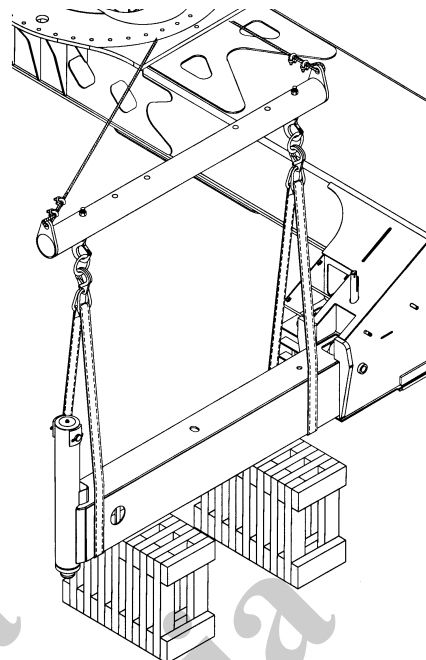

FIGURA 8-66
5. Coloque um material de calço embaixo da viga do estabilizador (consulte a Figura 8-66).